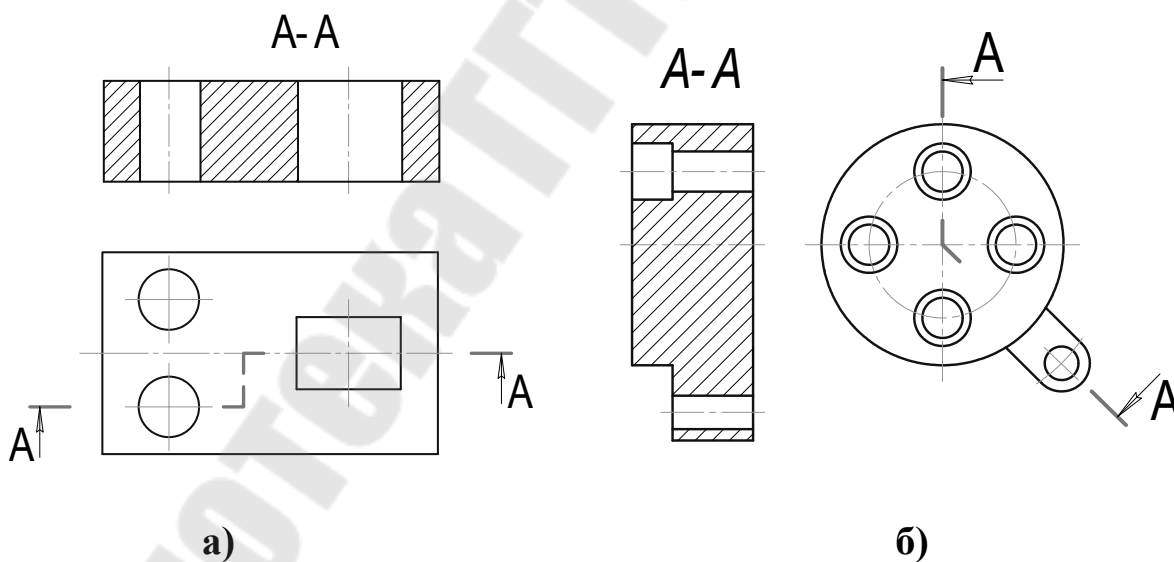

Рис. 100
- **сложные** - при двух и более секущих плоскостях (рис. 100).
ступенчатые, когда секущие плоскости располагаются параллельно (рис. 100, а) и **ломаные** - секущие плоскости пересекаются (рис. 100, б).